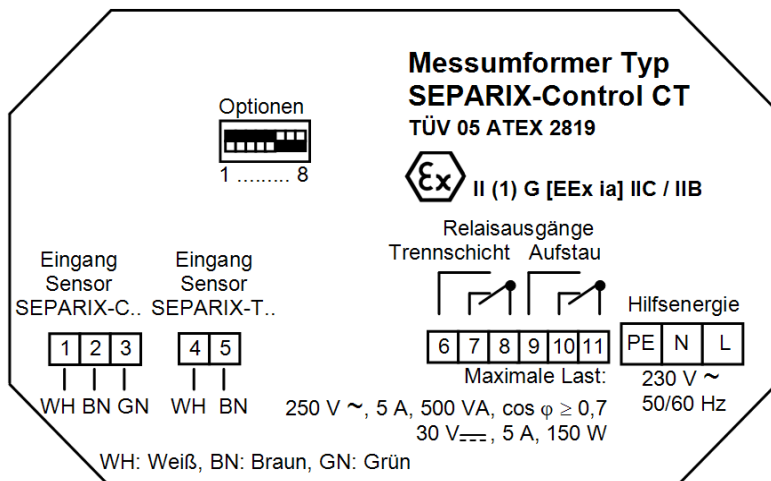

Abbildung 6: SEPARIX-Control CT, Anschlüsse und DIP-Schalter „Optionen“
*Beachten Sie dabei die im Anschlussplan (siehe Abbildung 6) vermerkten Maximalwerte der Betriebsparameter.*
- (1) Konfiguration des Messumformers überprüfen und ggf. korrigieren (siehe Kapitel 4.2).
- (2) Ggf. Trennschichtsensor SEPARIX-C L Plus entsprechend Anschlussplan an den Messumformer anschließen.
- (3) Ggf. Aufstausensor SEPARIX-T L Plus entsprechend Anschlussplan an den Messumformer anschließen.